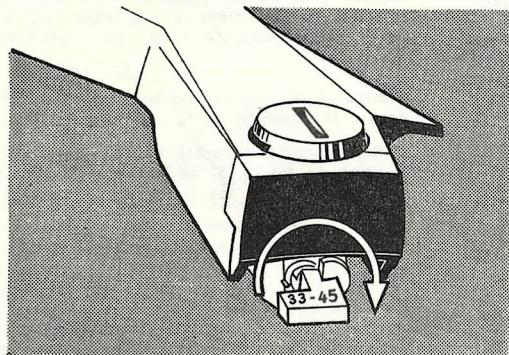

Fig. 10
Tonabnehmersystem auf entsprechende Plattenart schalten (Fig. 10).
Placer le bouton de la cellule de pick-up sur le type de disque employé (fig. 10). Chaque disque porte sur son étiquette une mention indiquant le type de sillon: N, M ou ○○ et la vitesse de rotation: 16, 33, 45 ou 78 tr/min. Le disque portant le signe N et l'indication 78 tr/min doit être joué dans la position 78 de la cellule de pick-up.
**Célula del fonocaptor:** regúlese en la posición correspondiente al tipo de discos a reproducir (fig. 10).